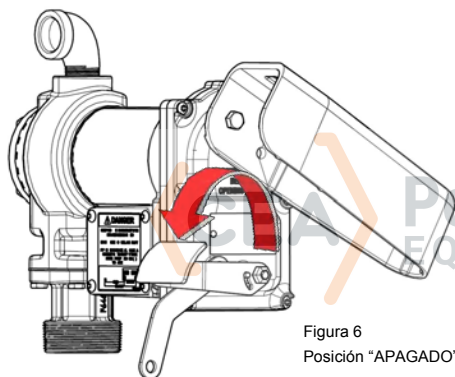

Figura 6
6. Mueva la palanca del interruptor a la posición "APAGADO" (Figura 6) para apagar la bomba.